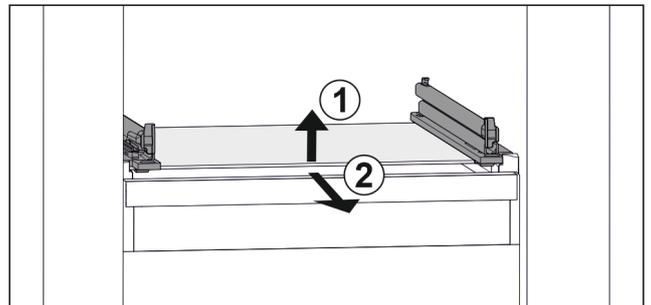

Fig. 61 Exemple de représentation de la tablette en verre
- ▶ Soulever la tablette en verre par l'avant. Fig. 61 (1)
- ▶ Retirer la tablette en verre par l'avant. Fig. 61 (2)